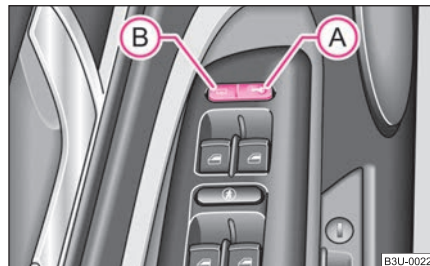

Abb. 23 Türinnenteil Fahrerseite: Tasten für Zentralverriegelung
- Drücken Sie die Taste **(A)** ⇒ Seite 36, Abb. 23.
- Drücken Sie die Taste **(B)** ⇒ Seite 36, Abb. 23. Wenn die Gepäckraumklappe in den Dauerverriegelungsmodus versetzt wurde, wird nach dem Drücken der Taste **(B)** die Gepäckraumklappe nicht entriegelt ⇒ Seite 38.
Wenn Ihr Fahrzeug mit dem Schalter für Zentralverriegelung **(A)** ⇒ Seite 36, Abb. 23 verriegelt wurde, gilt Folgendes: